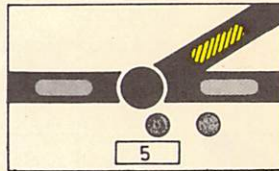
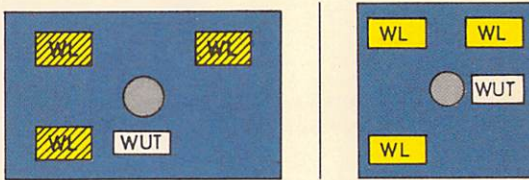

Bild 10
Bild 11
- (2) Für Weichen ist in der Regel keine Grundstellung bestimmt. Ferngestellte Weichen und Gleissperren können durch Bedienen der Weichengruppentaste und der Weichentaste einzeln umgestellt werden oder laufen beim Einstellen von Fahrstraßen fahrstraßenweise (Weichenlaufkette) in die erforderliche Stellung. Während eine Weiche oder Gleissperre umläuft, blinkt ihr Stellungsmelder für die gewünschte Stellung gelb (vgl. Bild 10), gleichzeitig zeigen die Weichenlaufmelder gelbes Blinklicht bzw. Ruhelicht (vgl. Bild 11).